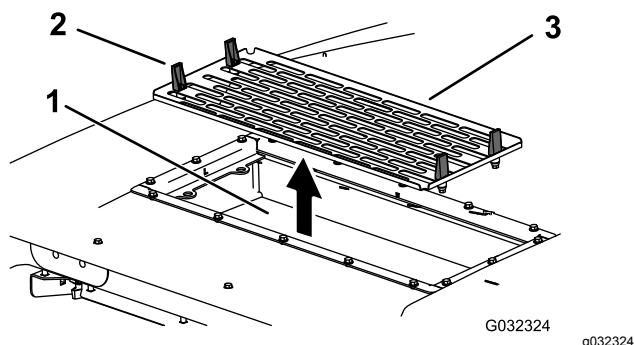

**Figura 95**
6. Installate i filtri dell'aria, la griglia e il gruppo ventola (Figura 93, Figura 95 e Figura 96).
7. Collegate il filo per ciascuna ventola (Figura 95).